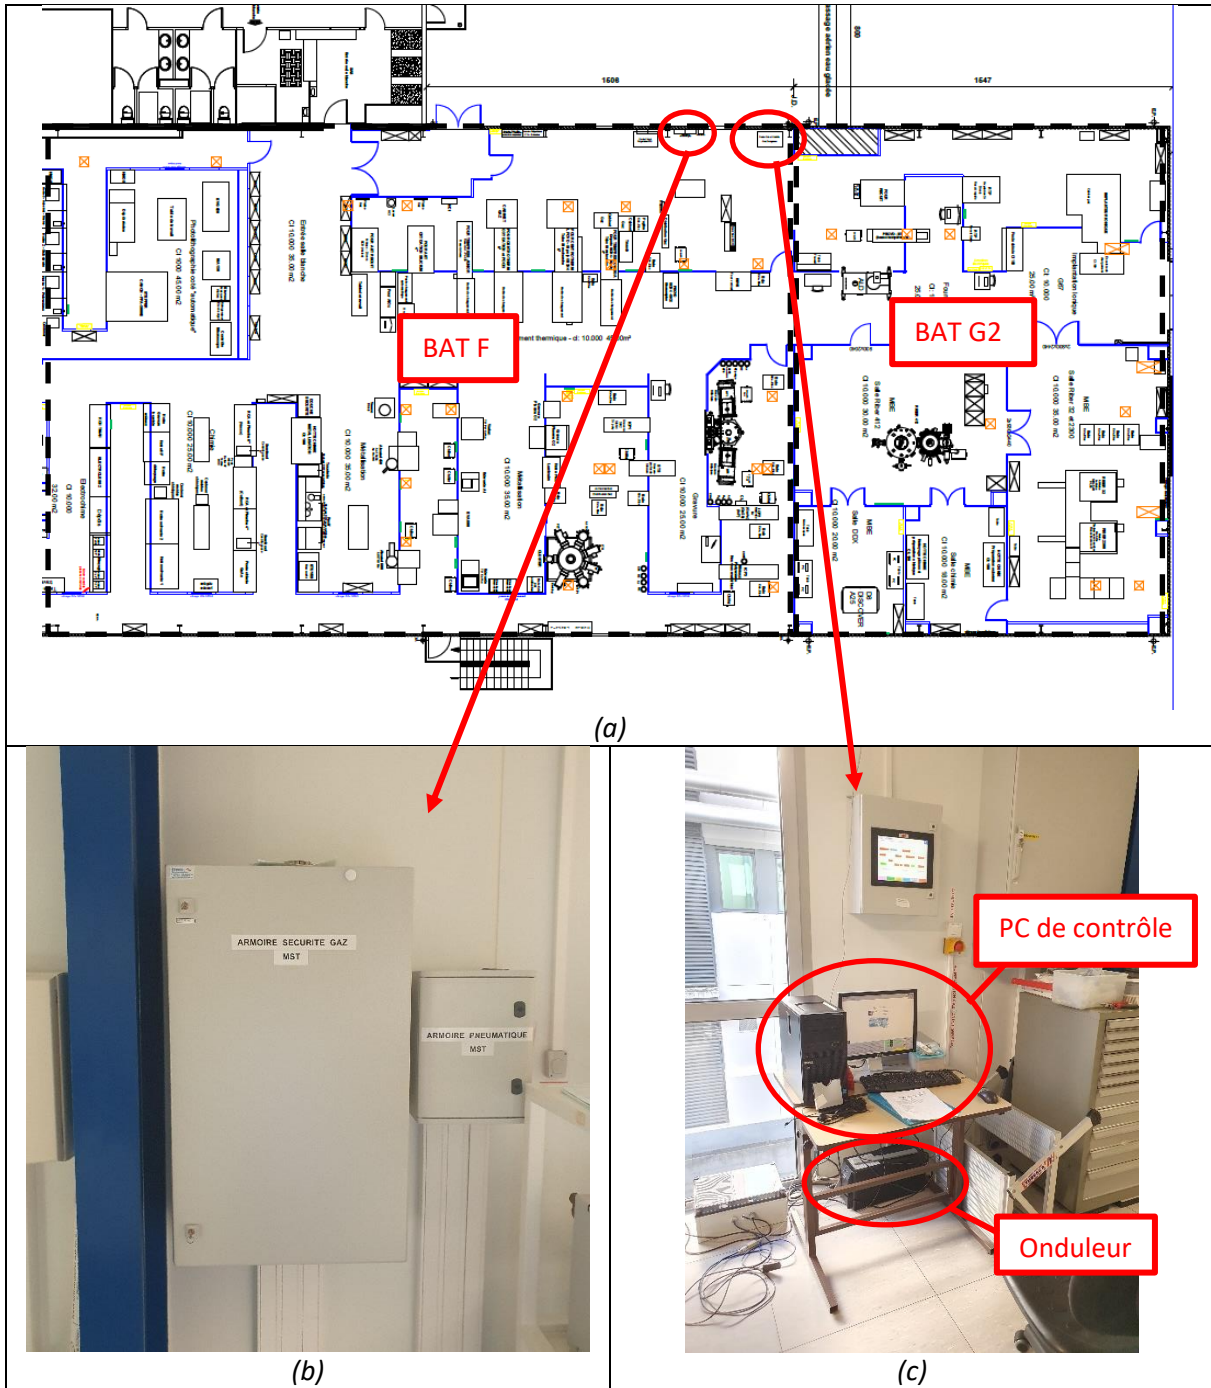

Figure 2: Plan de la salle blanche (a), localisation de l'armoire de sécurité (b) et du PC de contrôle (c)
Le poste de commande et de contrôle ainsi que l'armoire électrique de sécurité gaz sont situés dans le doigt gris du bâtiment F derrière le bâti de dépôt ECR-PECVD (Figure 2)
2.1 Dans l'armoire électrique (Figure 2-b et Figure 3)
- Actionner en position marche le disjoncteur noir (1)
- Actionner en position marche le disjoncteur rouge (2)
- Actionner en position marche l'onduleur UPS (bouton I) (Figure 2-c)
- Actionner en position marche le disjoncteur noir (3)
- Actionner en position marche le disjoncteur gris (4)
2.2 PC de contrôle (figure 2-c)